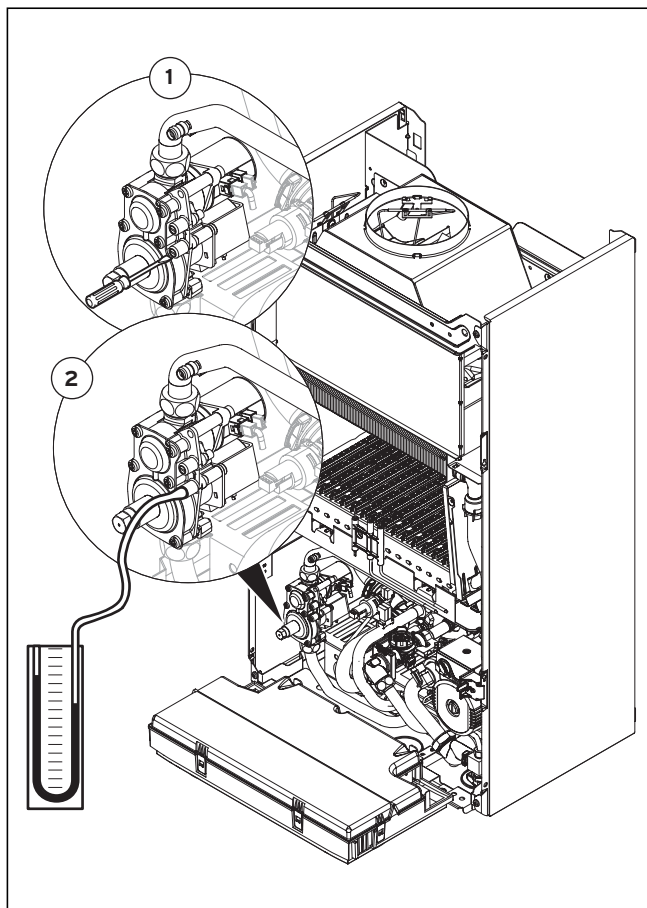

Рис. 6.4 Проверка давления подключения
Для проверки давления подключения соблюдайте следующий порядок действий (см. рис. 6.4):
- Ослабьте уплотнительный винт на газовой арматуре (1 на рис. 6.4).
- Подключите цифровой или U-образный манометр (2 на рис. 6.4).